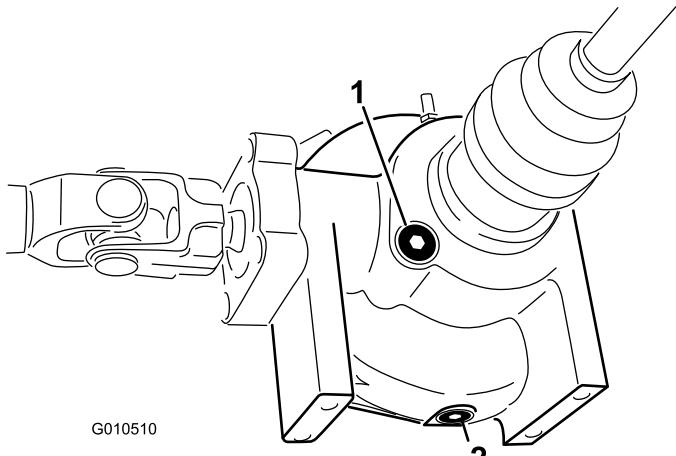

Figura 55
2. Pulite la zona attorno al tappo di spurgo sul lato del differenziale (Figura 55). Collocate una bacinella di spurgo sotto il tappo di svuotamento.